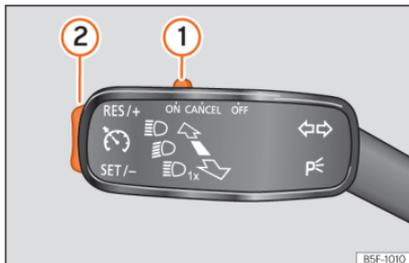

Abb. 42 Links von der Lenksäule: Schalter und Bedienelemente des GRA.
- Die GRA anschließen: schieben Sie den Schalter » Abb. 42 ① bis **ON**. Das System ist eingeschaltet. Da noch keine Geschwindigkeit gespeichert ist, erfolgt noch keine Regelung.
- GRA aktivieren: drücken Sie die Taste » Abb. 42 ② im Bereich **SET/-**. Die aktuelle Geschwindigkeit wird gespeichert und geregelt.
- GRA vorübergehend abschalten: Schieben Sie den Schalter » Abb. 42 ① bis **CANCEL** oder treten Sie auf die Bremse. Regelung wird vorübergehend abgeschaltet.
- GRA wieder einschalten: Drücken Sie die Taste » Abb. 42 ② in **RES/+**. Die gespeicherte Geschwindigkeit wird erneut gespeichert und eingestellt.
- Gespeicherte Geschwindigkeit während GRA-Regelung erhöhen: Drücken Sie die Taste ② in **RES/+**. Das Fahrzeug beschleunigt bis zum Erreichen der neu gespeicherten Geschwindigkeit.
- Gespeicherte Geschwindigkeit während GRA-Regelung verringern: Drücken Sie die Taste ② in **SET/-**, um die Geschwindigkeit um 1 km/h (1 mph) zu verringern. Die Geschwindigkeit wird bis zum Erreichen der neu gespeicherten Geschwindigkeit reduziert.
- GRA abschalten: Schieben Sie den Schalter » Abb. 42 ① auf **OFF**. Das System wird abgeschaltet und die gespeicherte Geschwindigkeit gelöscht.